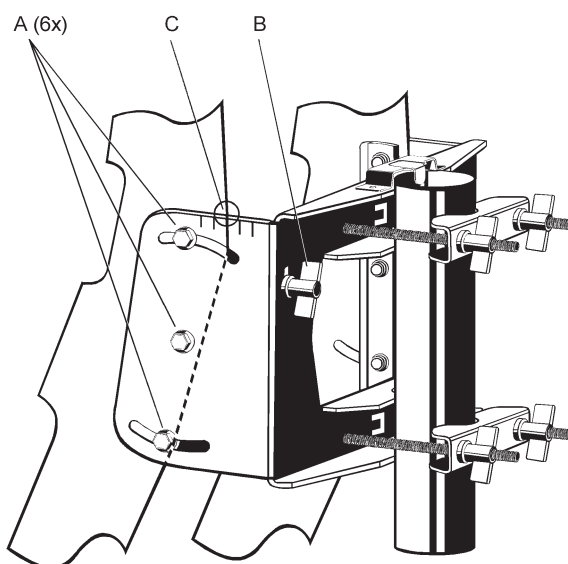

Fig. 10
7. Aligning the antenna (Fig. 10)